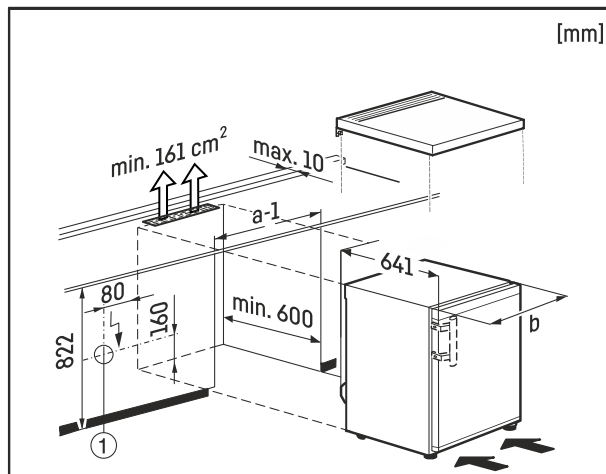

Fig. 9
При этом розетка Fig. 9 (1) должна располагаться не у задней стенки устройства и быть легко доступна.